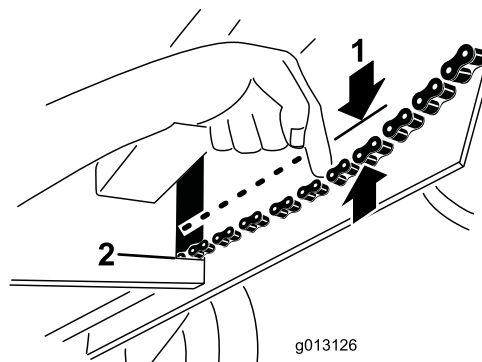

Figure 32
3. Exercez une charge de 4,5 kg (10 lb) sur la chaîne près de l'ouverture du cadre (Figure 32). Si la chaîne fléchit de plus de 6 mm (1/4 po), tendez-la comme suit :